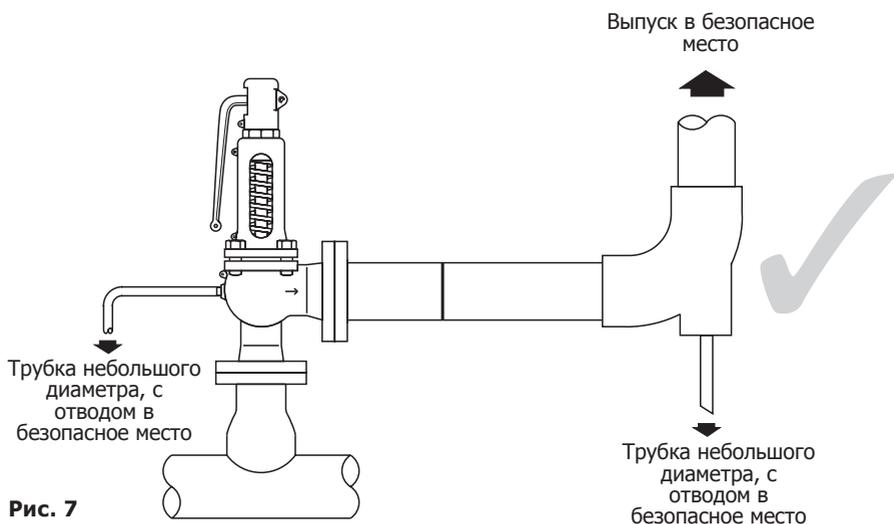

Рис. 7
- 6.8** Если трубопровод сброса среды направлен вверх, в самой низкой точке необходимо сделать дренажное отверстие (рис. 7). Выпуск должен осуществляться в место, где он не будет создавать шума или опасности для здоровья людей.
- 6.9** Если имеется вероятность скопления в корпусе клапана конденсата, необходимо удалить пробку дренажа корпуса (дет. 36), подсоединить дренажную трубку и отвести её в безопасное место (рис. 7).